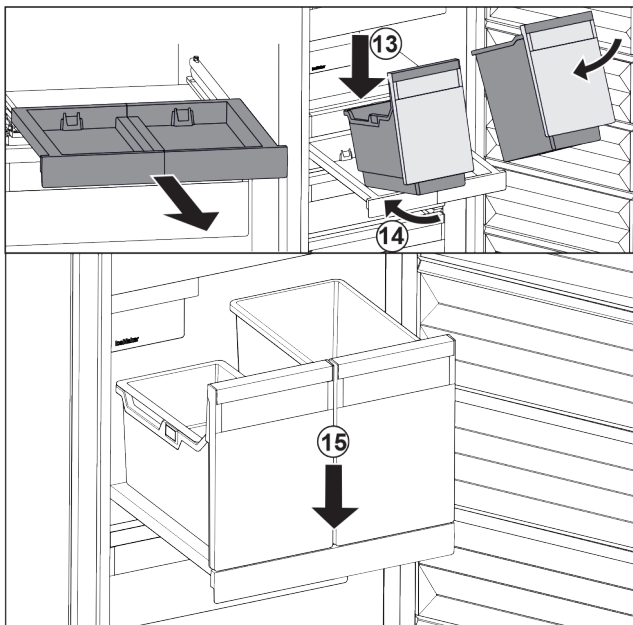

Fig. 34
- ▶ Встановити резервуар на витяжну панель навкосои. Fig. 34 (13)
- ▶ Насунути резервуар навкосои до заду. Fig. 34 (14)
- ▶ Резервуар опустити спереду. Fig. 34 (15)